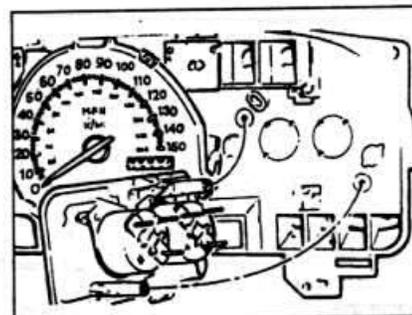

Рис. 12.57. Снятие блока указателей уровня топлива и температуры двигателя из комбинации приборов.
- Соблюдая осторожность, отсоедините печатную плату от зажимов датчиков. Отвинтите 2 винта крепления и удалите блок указателей из комбинации приборов (см. рис. 12.57).